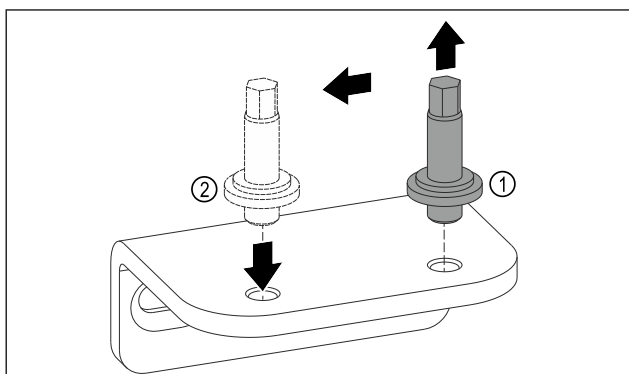

Fig. 11
- ▶ Bolzen des unteren Lagerbocks mit Außensechskant-schlüssel SW5 herausdrehen. Fig. 11 (1)
- ▶ Bolzen auf der Gegenseite einsetzen. Fig. 11 (2)